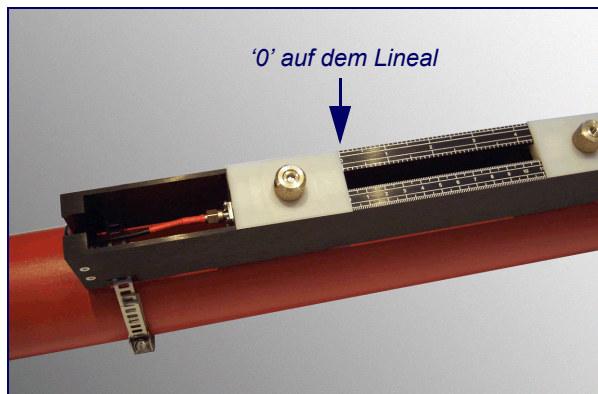

Abbildung 2.10
7. Verbinden Sie das vorgeschaltete Kabel (rot) mit dem anderen Messwandler und lassen Sie die Messwandlerbaugruppe durch die rechteckige Öffnung ab, siehe Abbildung 2.10.